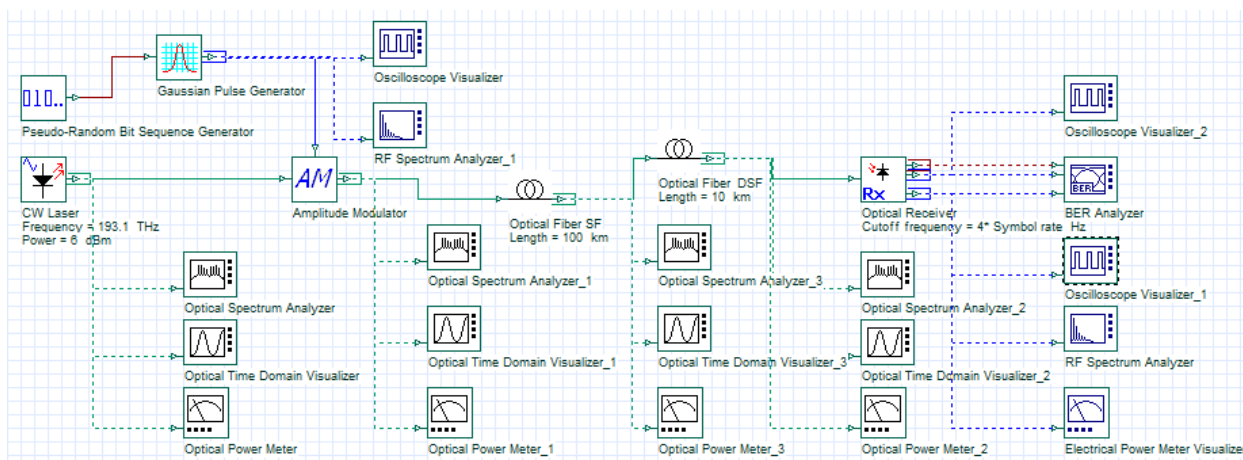

Рис. 1. Схема волоконно-оптической системы связи с амплитудной модуляцией
10. Существуют ли реальные приборы оптический осциллограф и оптический анализатор спектра? Можно ли реально включать приборы так, как показано на схеме рис. 1?